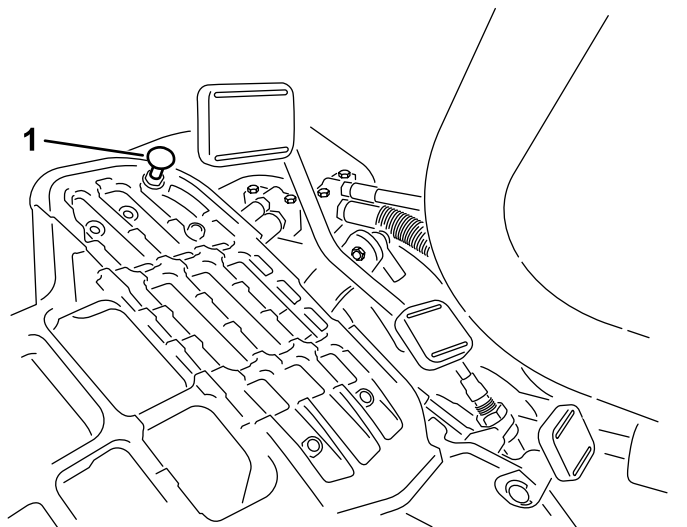

Рисунок 44
Для получения максимальной транспортной скорости переведите рычаг управления трансмиссией в положение ТРАНСПОРТИРОВКИ и нажмите на педаль управления тягой. Если педаль касается упора (**Рисунок 44**) до того, как на тросике начинает ощущаться натяжение, выполните следующую регулировку:
1. Переведите рычаг управления трансмиссией в положение ТРАНСПОРТИРОВКИ и ослабьте контргайку, которая крепит упор педали к полу (**Рисунок 44**).